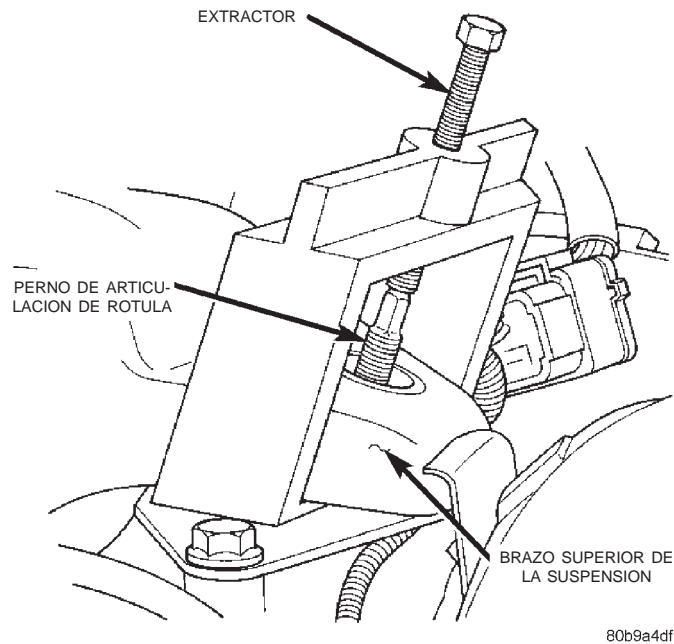

Fig. 9 Desmontaje de la articulación de rótula
- (5) Separe la articulación de rótula del brazo con el extractor 8278 (Fig. 9).